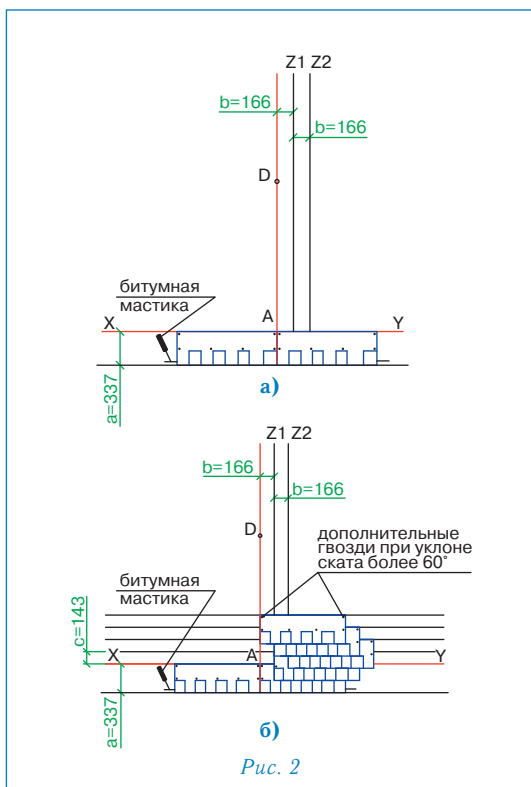

Рис. 2
Укладка материала (рис. 2)
- первый ряд черепицы укладывается от линии AD (рис. 2а);
- второй ряд укладывается от линии Z1 (со смещением 16,6 см от AD) (рис. 2б);
- третий ряд укладывается от линии Z2 (со смещением 16,6 см от Z1) (рис. 2б);
- четвертый ряд — от линии Z1 (рис. 2б);
- пятый ряд — от линии AD (рис. 2б);
Каждый лист черепицы МАСТЕР J крепится 4 гвоздями таким образом, чтобы гвоздь прошивал и верхний край нижележащего листа черепицы МАСТЕР J (рис. 2а,б).